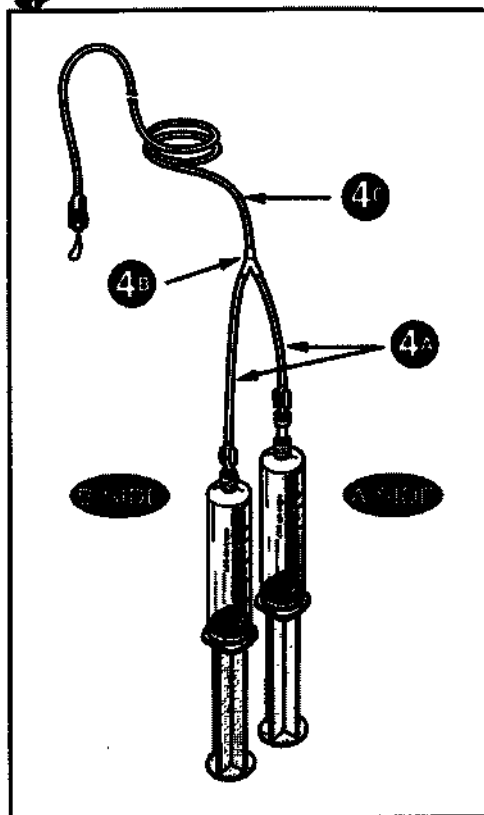

Figure 4-3-5 Purging Air from the Tubing
4. Чтобы удалить воздух из соединительной линии, направить оба шприца вертикально вверх, нажать на поршень шприца B в первую очередь заполнить короткую часть 4a Y-образного соединителя 4a физраствором, затем нажать на поршень шприца A и заполнить короткую часть Y-образного соединителя, а потом и длинную часть соединительной линии 4c контрастом. Убедиться что из шприцов и соединительной линии удалён весь воздух. См. рис. 4-3-5
4. Чтобы удалить воздух из соединительной линии, направить оба шприца вертикально вверх, нажать на поршень шприца А в первую очередь заполнить короткую часть 4a Y-образного соединителя 4a контрастом, затем нажать на поршень шприца В и заполнить короткую часть Y-образного соединителя, а потом и длинную часть соединительной линии 4с физраствором. Убедится что из шприцов и соединительной линии удалён весь воздух. См. рис. 4-3-5